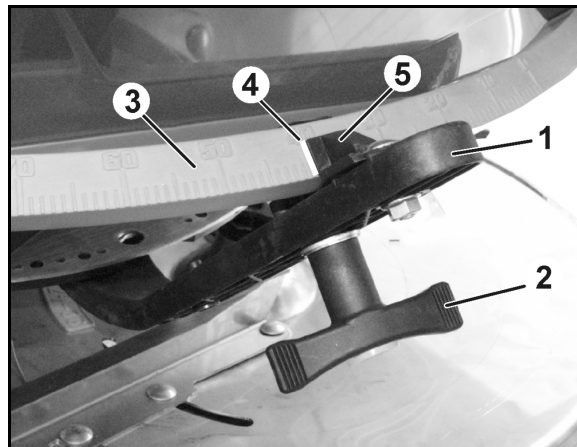

Fig. 60
2. Løsne vingemutteren (Fig. 60/2).
3. Finn den nødvendige spjeldstillingen på skalaen (Fig. 60/3).
4. Still avlesingskanten (Fig. 60/4) til stillespakviseren (Fig. 60/5) på skalaverdien.
5. Trekk vingemutteren (Fig. 60/2) godt til igjen.